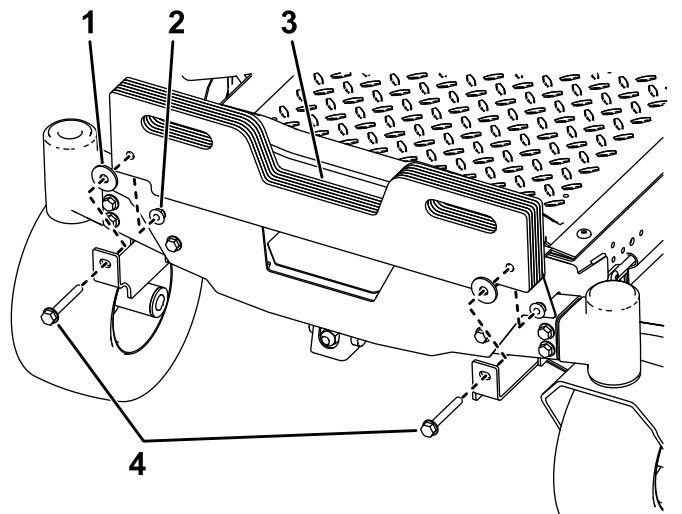

Bild 13
5. **Bei Maschinen, bei denen nur ein Grasfangkorb angebaut ist:** Installieren Sie die mitgelieferten zusätzlichen Kofferballaste mit zwei Schrauben ($\frac{3}{8}$ " x $3\frac{3}{4}$ " an der Maschine, je nach Bedarf gemäß der folgenden Tabelle (Bild 13).